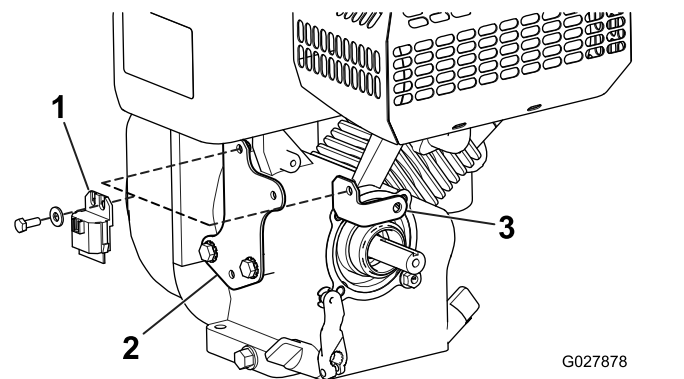

図 2
5. ワイヤハーネスブラケット、インタロックモジュール、および取り付け金具を外して保管する **図 2**。